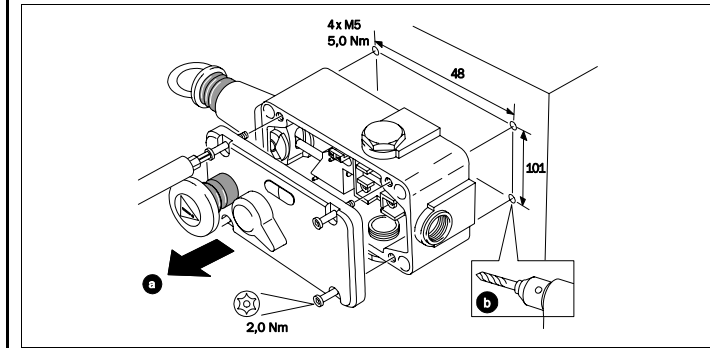

Abb. 1: Montieren des Schalters
- Seilzugschalter mit 4 Schrauben M5 montieren (siehe Abb. 1).